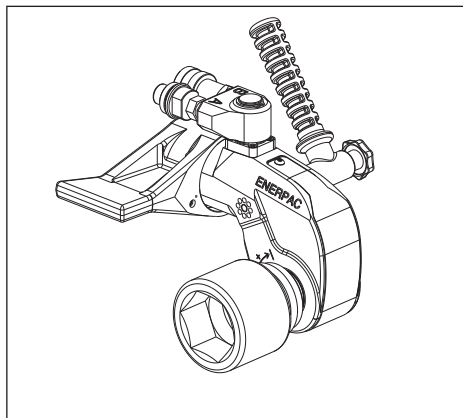

Fig. 16
4.3.4 Desapertar uma porca ou um parafuso (fig. 16 e 17)
- Posicione a base (17) do braço de reação (6) contra um ponto de reação adequado (18). O ponto de reação irá neutralizar a força causada pela operação da ferramenta.